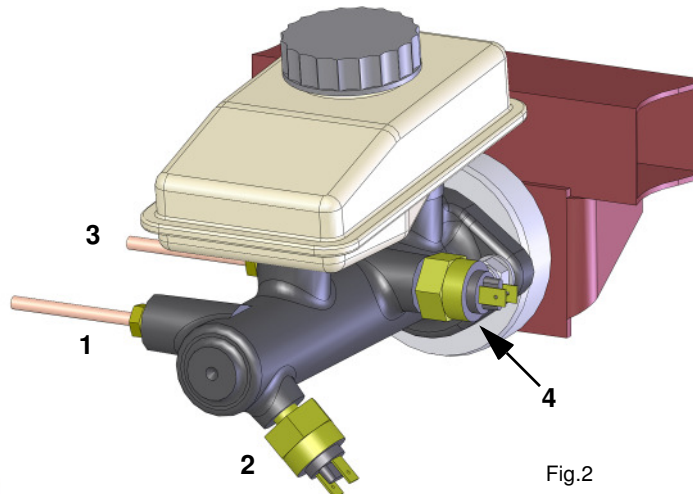

Fig.2
- It is important that the metal line that goes to the front wheels are threaded in the end of the master cylinder farthest away from the plunger. The rear line should go the into the hole closest to the master cylinder push rod. Now screw in both switches. Note the brake switch come out of the side of the master pointing down. See Fig.2
- Achten Sie darauf, dass die Bremsleitung der Vorderachse an den, in Fahrtrichtung, hinteren linken Anschluss (1) des Hauptbremszylinder kommt und einer der Bremslichtschalter auf den tieferen linken Anschluss (2) . Die Leitung der Hinterachse und der andere Bremslichtschalter kommen an die, in Fahrtrichtung, vorderen Anschlüsse (3) und (4). Siehe Fig.2